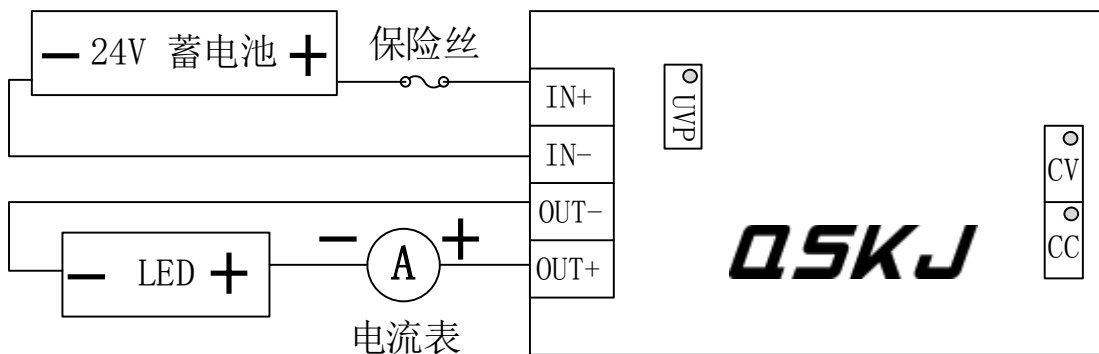

图 12
4. 接通电源, 顺时针调节 CC (恒流调节电位器) 到 900mA 即可。(如图 12 所示)